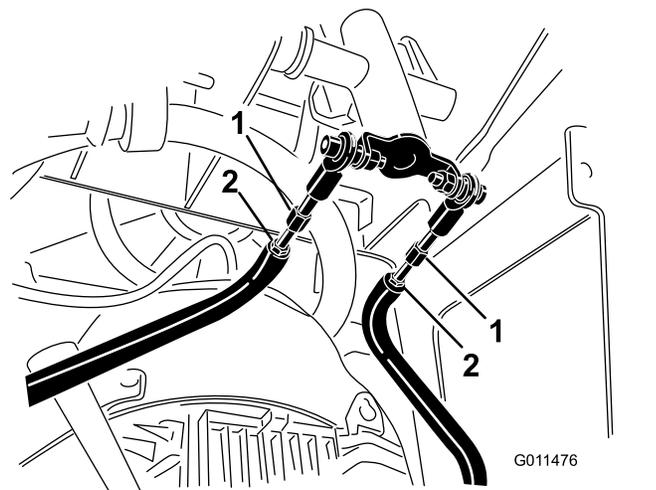

Figura 54
- D. Desaperte as porcas de bloqueio nas barras de tração, debaixo do painel de controlo (Figura 54).